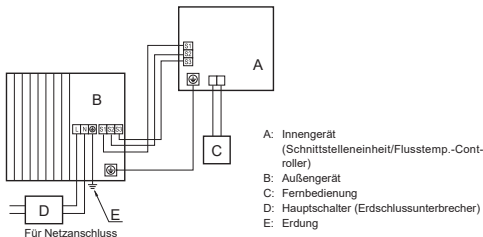
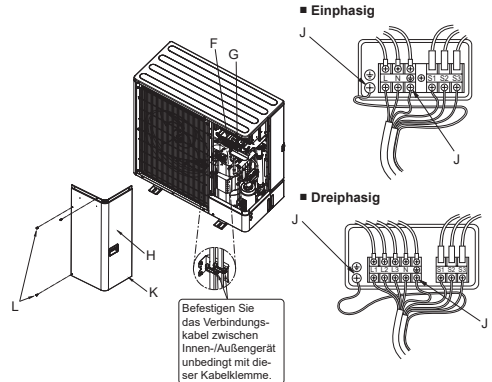

Abb. 7-1
Abb. 7-2
7.1. Außenanlage (Abb. 7-1, Abb. 7-2)
- (1) Die Bedienungsplatte abnehmen.
- (2) Die Kabel gemäß der Abb. 7-1 und der Abb. 7-2 verdrehen.